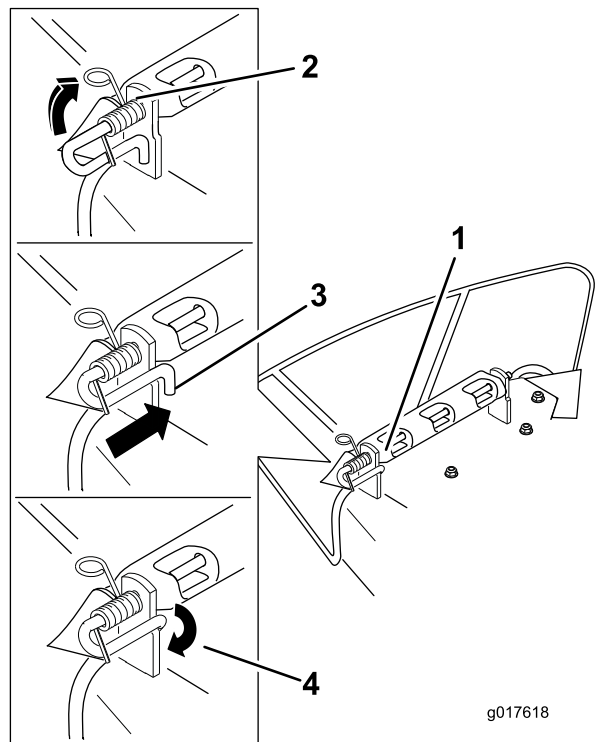

Figura 59
5. Fije el conjunto de varilla y muelle torciéndolo de manera que el extremo corto de la varilla pueda colocarse detrás del soporte delantero que está soldado a la carcasa (Figura 59).
4. Levante el extremo del muelle que tiene bucle y colóquelo en la muesca del soporte del deflector (Figura 59).